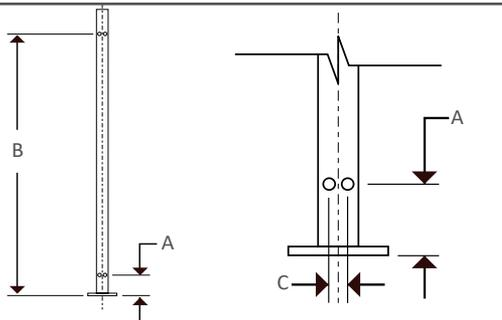

Fig. 43**Ubicaciones de los agujeros del soporte en ángulo CB-05**
2. Tome las medidas usadas para marcar las ubicaciones de los agujeros de los soportes inferior y superior sobre los postes. Consulte las Figs. 41 y 42 para UB y las Figs. 43 y 44 para CB.